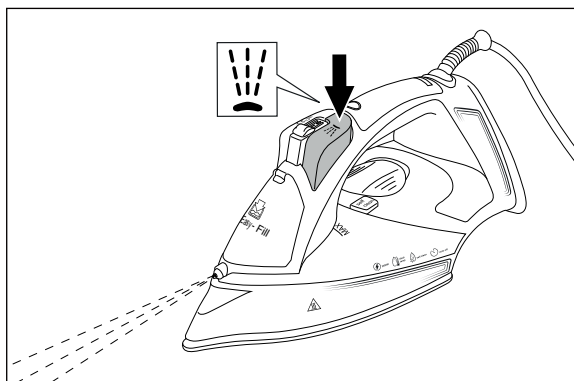

Abb. 8
- 3) Drücken Sie die Taste für die Sprühfunktion  **5** (siehe Abb. 8).